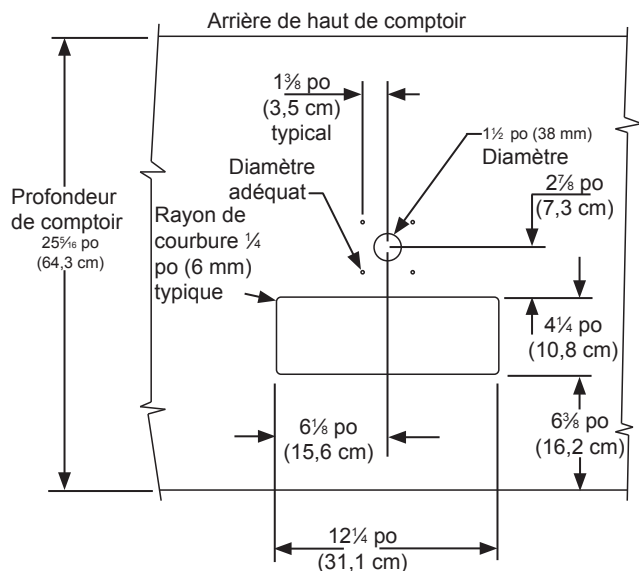

Figure 31
Les dimensions de découpe montrées en Figure 31 sont basées sur un haut de comptoir de profondeur 25⁵/₁₆ po (64,3 cm). Votre comptoir peut avoir une dimension différente et nécessite un autre positionnement d'avant à arrière. Référez-vous aux dimensions de produit en pages 6 et 7 pour déterminer les mesures requises.
4. Si vous installez votre réfrigérateur à fûts sous un comptoir, vous devrez percer 5 orifices dans le dessus de comptoir pour y monter la tour. Le premier de ces orifices fait 1¹/₂ po de diamètre au centre de l'emplacement de la tour, pour la conduite de bière, à situer à environ 13¹/₂ po (34,3 cm) du bord avant du haut de comptoir (sur la base d'une largeur de comptoir standard de 25⁵/₁₆ po). Ensuite vous percez 4 orifices de montage selon les dimensions de la Figure 31. Leur diamètre dépend du matériau du haut de comptoir et de l'éventuelle nécessité de chevilles. Les vis fournies sont dans le paquet de la littérature, ce sont des vis en acier inox type AB de 10 x 1 po. Marquez et réalisez la découpe pour le puisard de drainage. Une fois les orifices percés et le réfrigérateur pour fûts en place sous le dessus de comptoir, passez la conduite de bière au travers du joint de la tour, dans le orifice de 1¹/₂ po dans le dessus de comptoir, et le orifice en haut du réfrigérateur pour fûts. Montez la tour sur le dessus de comptoir avec les 4 vis fournies. Placez le puisard de drainage, tiré du paquet de littérature, dans la découpe rectangulaire avec son encoche ronde vers l'arrière contre la tour, et placez la grille dessus.